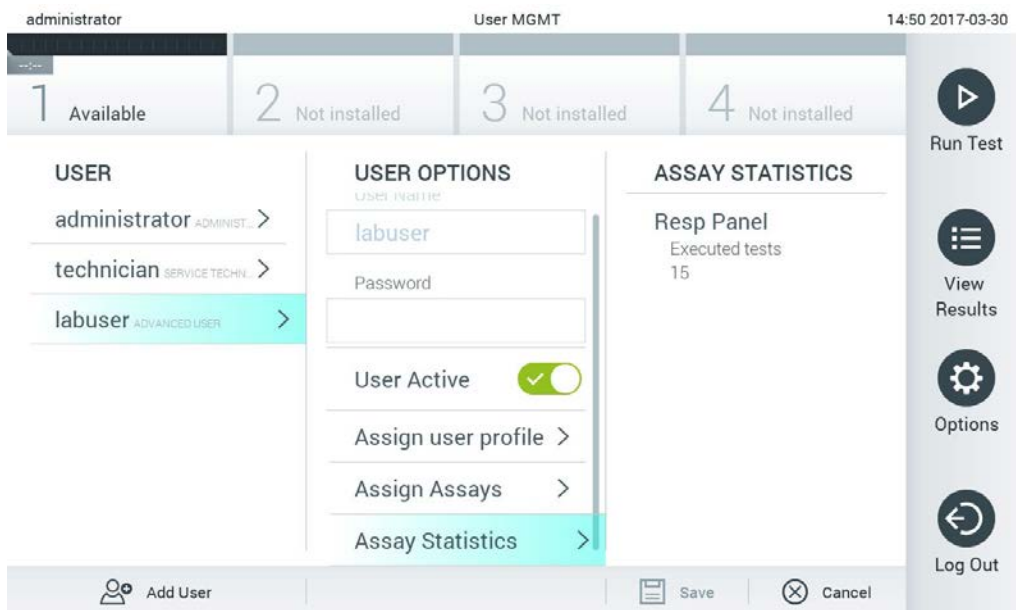

Рис. 62. Просмотр статистики для тест-системы.
- **Assay Statistics** (Статистика для тест-системы): Вывод на экран данных о количестве циклов анализа, проведенных с использованием определенной тест-системы выбранным пользователем (рис. 62).